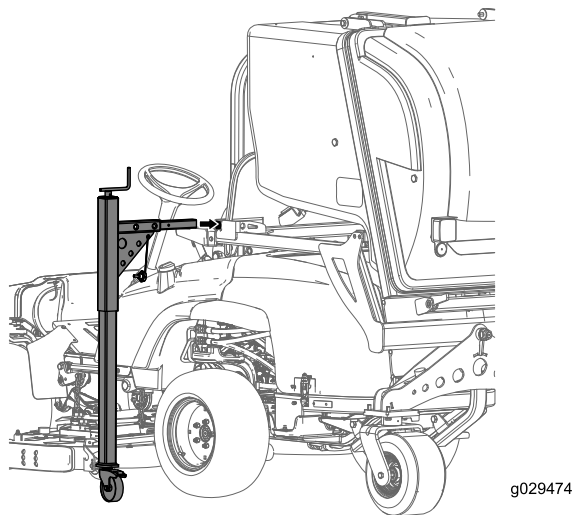

Figura 14
2. Fate scorrere la barra del cavalletto di stazionamento nel foro del telaio e fissatela con un bullone (Figura 14).